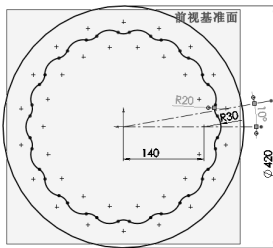

图 3-36 绘制相切圆等图形
STEP 4 进入“前视基准面”的草绘环境, 绘制如图 3-36 所示的草绘图形(中心相切的圆弧, 可通过阵列草图得到)。